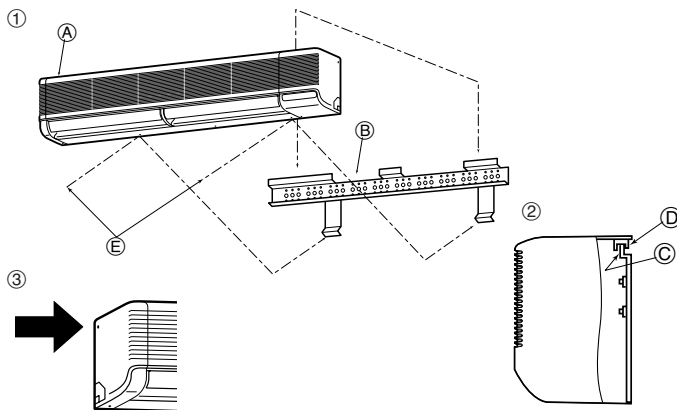

Fig. 3-11
3.4. Montaje de la unidad interior (Fig. 3-11)
- ① Asegúrese de colgar los enganches de metal de la unidad interior en los ganchos del soporte de montaje.
- ② Cuando el trabajo de tuberías esté terminado, utilice los tornillos de fijación para sujetar la unidad interior al soporte de montaje.